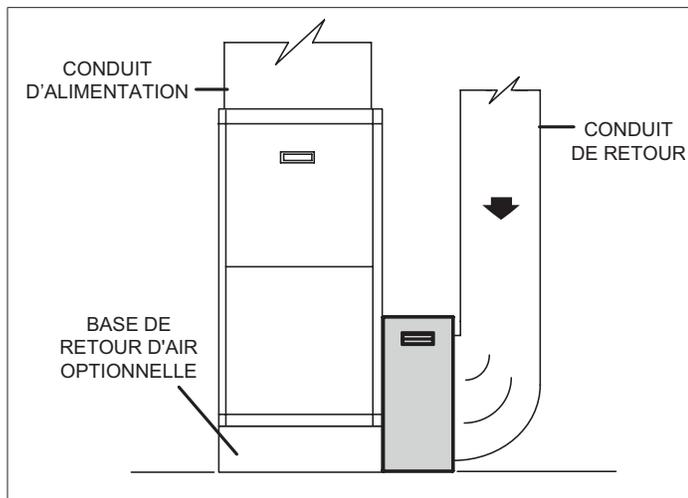
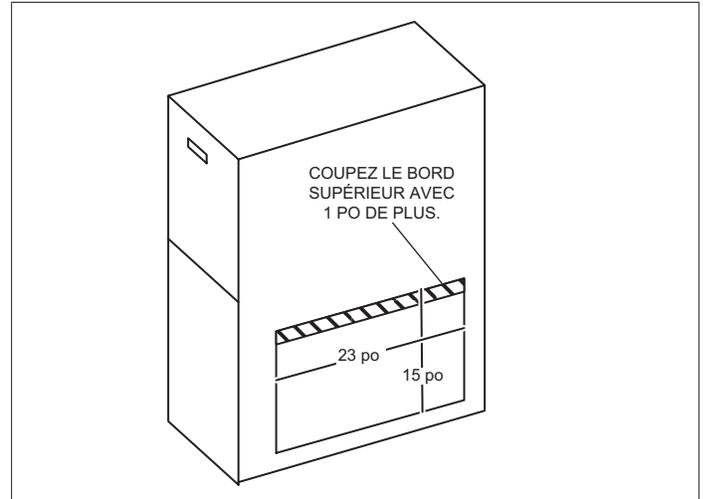

Figure 9. Générateur air chaud en configuration ascendante (5 tonnes, option 1)
Figure 10. Générateur air chaud en configuration ascendante (5 tonnes, option 2)
2. Alignez l'ouverture de l'enceinte avec celle du générateur d'air chaud. Pour une application de 5 tonnes, utilisez l'option 1 ou 2 (voir Figure 9 à la page 5 et Figure 10 à la page 5).